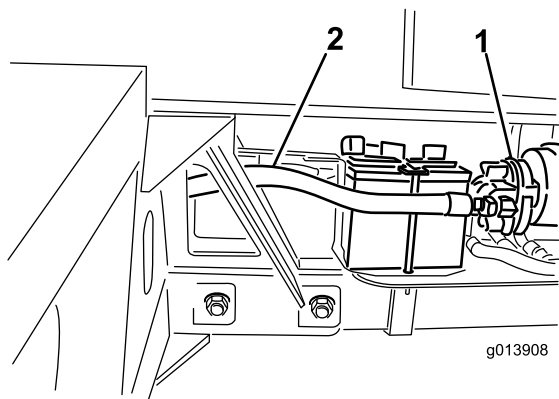

図 12
9. 油圧ホース#4を油圧ポンプの吸入側に接続する図 12。